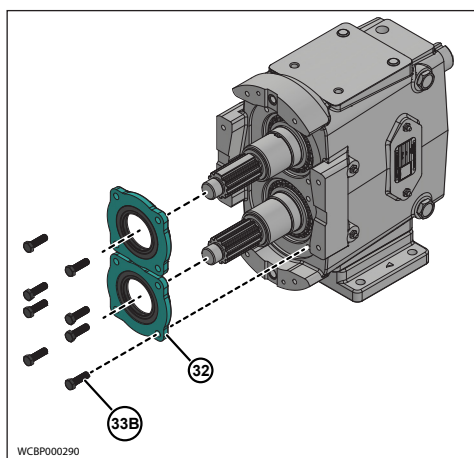
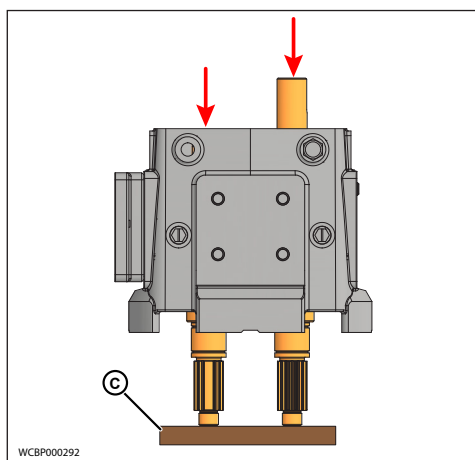

Figure 71 - Dépose des supports de roulement
Figure 73 - Extraction des arbres du carter d'engrenage par pression
REMARQUE : Protégez l'extrémité liquide des arbres en les enveloppant de ruban adhésif. Voir Figure 71 et Figure 73.
3. Retirez les vis de retenue des roulements avant (33B) ainsi que les dispositifs de retenue des roulements (32) (figure 71). Si un dispositif de retenue est coincé, laissez-le en place ; il sortira par pression lorsque l'arbre sera retiré.
- Placez le carter d'engrenage sur une presse à arbre, l'extrémité liquide étant orientée vers le bas. Protégez les extrémités des arbres avec un bloc de bois ou de plastique (C) (Figure 73) et pressez les arbres hors du carter d'engrenages. Voir le tableau 8, « Arbre ou presse hydraulique requis (tonnes) », à la page 64.